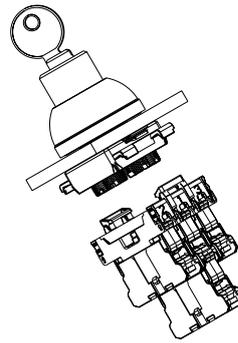
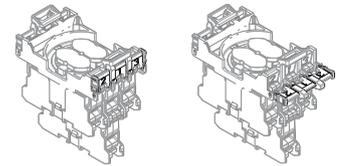

图5
图6
2. 打开接触片并拆卸接触元件（见图 5 和图 6）：抬起两个接触片，使其脱离夹紧机构，然后将其向上折叠 90°。现在，可以拆卸接触元件了。